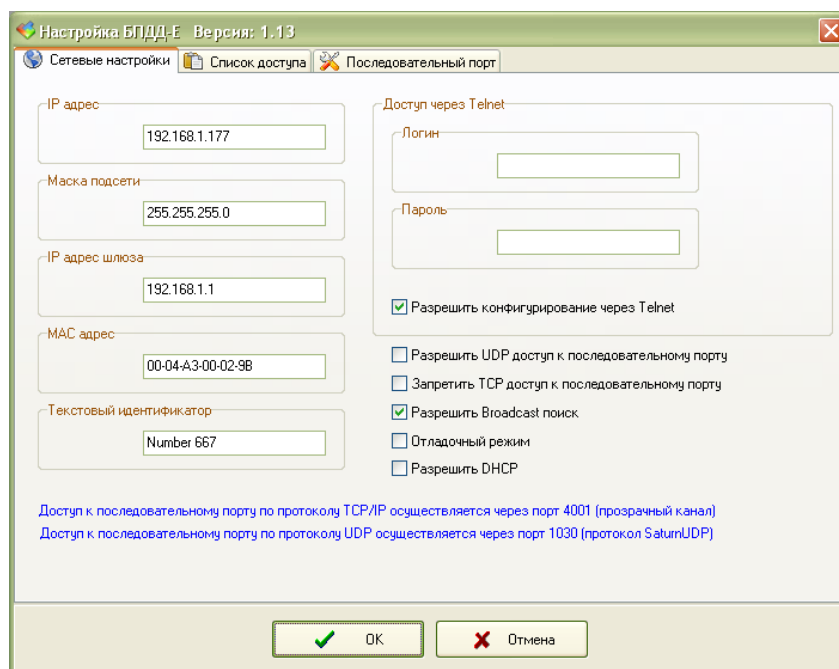

Рисунок 20 – Окно конфигурации БПДД-Е в программе RASOS
5. На первой вкладке (рисунок 20) расположены сетевые настройки. Следует задать новые значения следующих параметров: